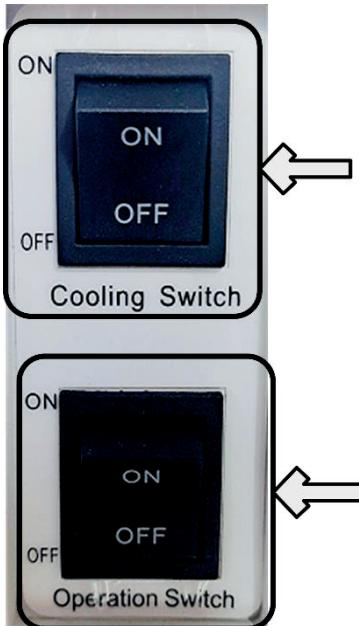

Figura 2-2 Interruptor de resfriamento e interruptor operacional
1. Ligue o interruptor de resfriamento (conforme mostrado na Figura 2-2 marcada por "Interruptor de resfriamento"). Puxe o interruptor para cima para ligar e puxe o interruptor para baixo para desligar.
2. Ligue o interruptor de operação (como mostrado na Figura 2-2 marcada pelo "Interruptor de Operação"). Puxe o interruptor para cima para ligar e puxe o interruptor para baixo para desligar.